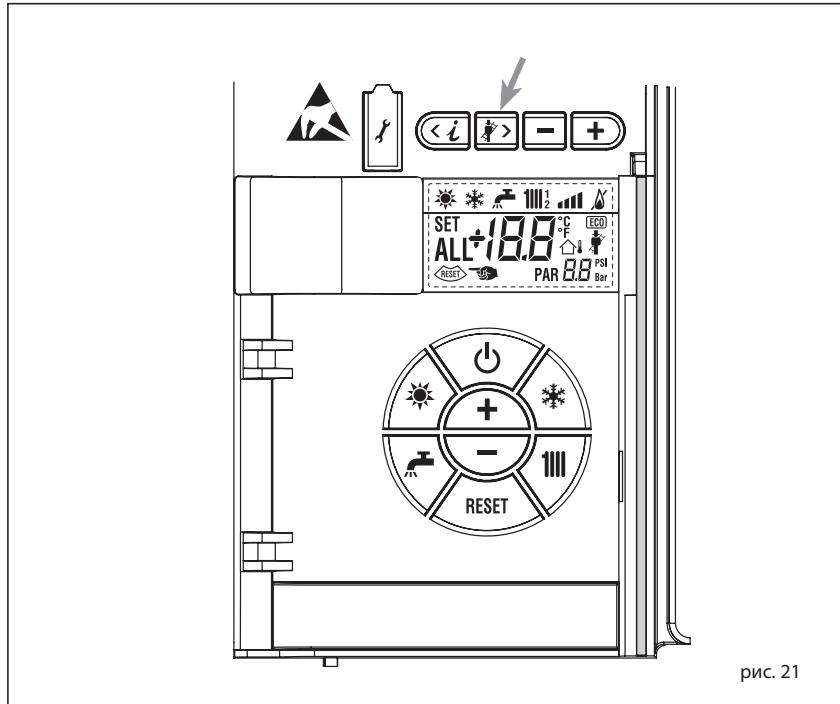

рис. 21
4.5.1 Функция очистки труб (рис. 21)